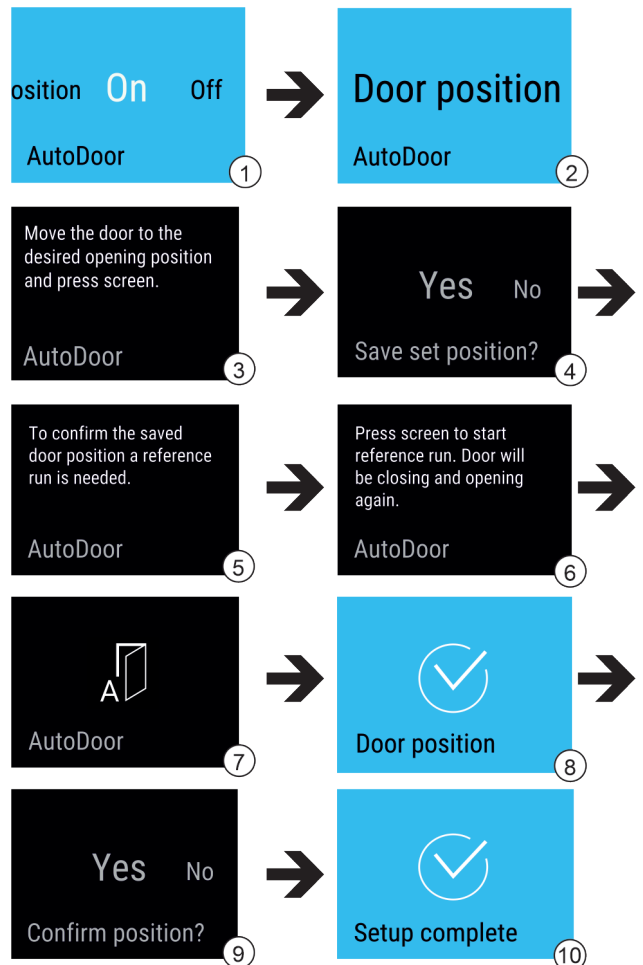

Fig. 17
- Valitse AutoDoor-toiminto. Fig. 17 (1)
- Pyyhkäise näyttöruudun näyttöä niin monta kertaa, että Door position tulee näkyviin. Fig. 17 (2)
- Oven avautumiskulman asettaminen: Avaa ovea vähintään 70°. Fig. 17 (3)
- Oven avautumiskulman vahvistaminen: kosketa näyttöruudun ilmoitusta. Fig. 17 (4)
- Referenssiajon käynnistäminen: kosketa näyttöruutua. Fig. 17 (6)
- ▷ Näyttöruutu vilkkuu. Fig. 17 (7)
- ▷ Referenssiajo onnistui: Näyttöruutu on 2 sekuntia sininen. Fig. 17 (8)
- Vahvasta oven avautumiskulma. Fig. 17 (9)
- ▷ Näyttöruutu muuttuu siniseksi. Fig. 17 (10)